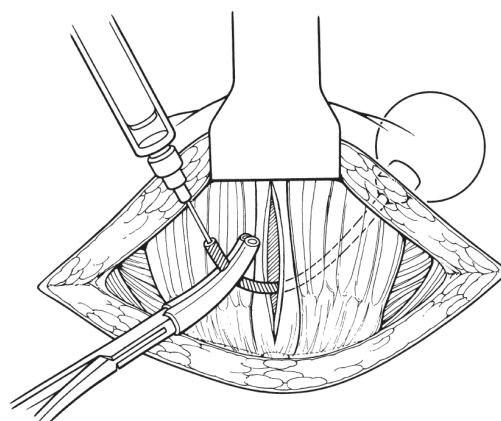

Figura 4-9. Encher o BRP e fechar a tubagem
16. Feche a tubagem (um entalhe apenas) a aproximadamente 3 cm da ponta com uma pinça hemostática com cobertura em tubo. (**Figura 4-9**)